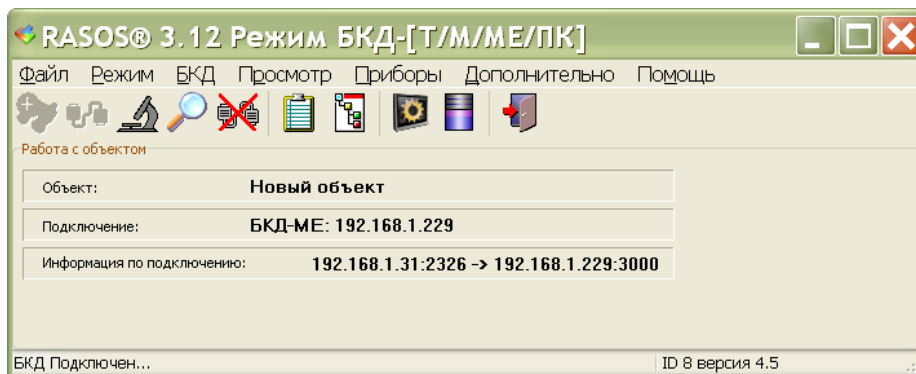

Рисунок 17
4) Программа RASOS произведет подключение к выбранному БКД-МЕ (рисунок 17).